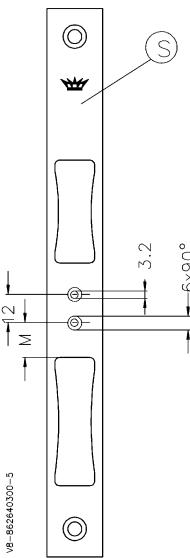

Bild 2. Das Schließblech (S) bohren
- Die Montagebohrungen am Schließblech (S) mit einem Maß von 12 mm anzeichnen und bohren. Halten Sie vorzugsweise einen Abstand von $M = 15$ mm ein. (Bild 2)
- Senken Sie nach dem Bohren $\varnothing 6\text{mm} \times 90^\circ$. (Bild 2)